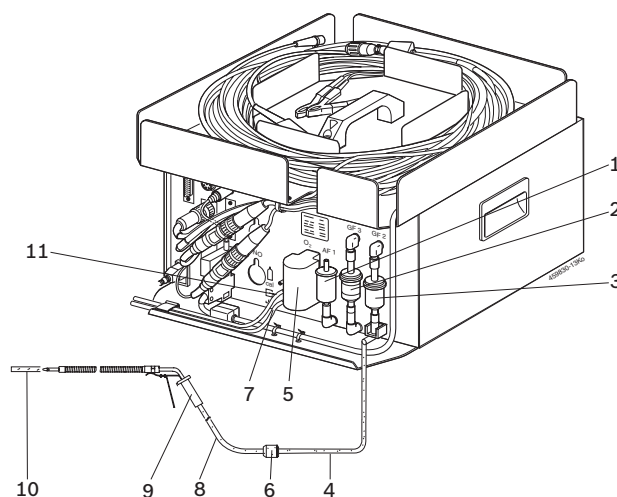

Fig. 5: Strona tylna BEA 460
- Wymiana filtra GF1 (fig. 5, poz. 6) węża próbnika.
- Wymiana filtra wlotu GF2 (fig. 5, poz. 3), patrz rozdział 5.3.5.
- Sprawdzić, czy obydwa węże PVC podłączone są do wylotów gazu (fig. 5, poz. 7 i 11).
- Kontrola wzrokowa (fig. 5, poz. 9).
- Wymiana filtra węglowego (fig. 5, poz. 1) w przewodzie gazu zerowego.